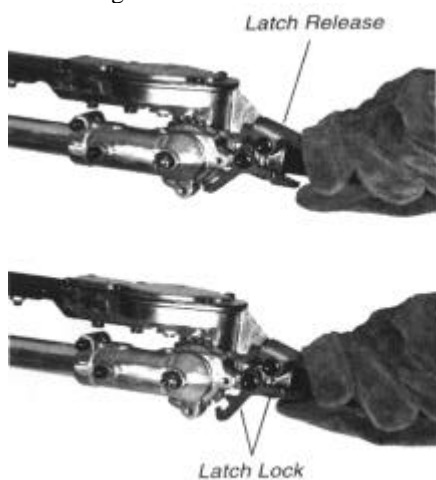

Figure 16
2. Druk met de wijsvinger van je linkerhand de ontspanner in. Druk met je linkerduim de blokkeerhendel in. Zie fig. 16.